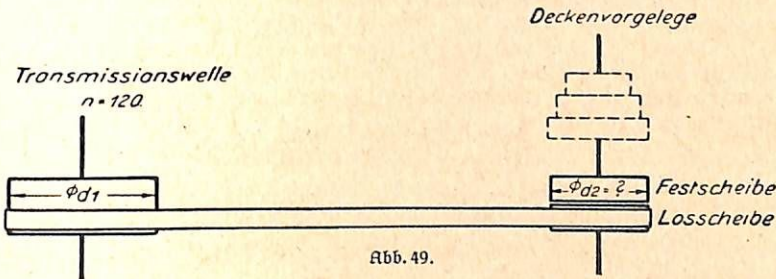

Abb. 49.
3. Bestimme für den Riementrieb Abb. 49: